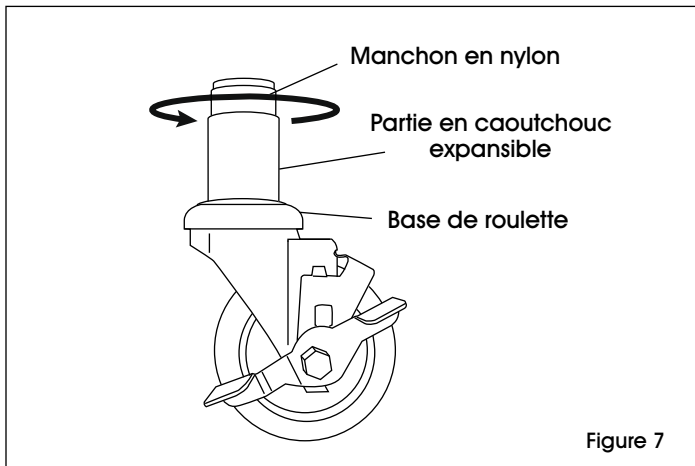

Figure 7
2. Tenez la base de la roulette et faites tourner le manchon en nylon dans le sens horaire. Cela permet à la partie en caoutchouc de s'élargir. (Voir Figure 7)